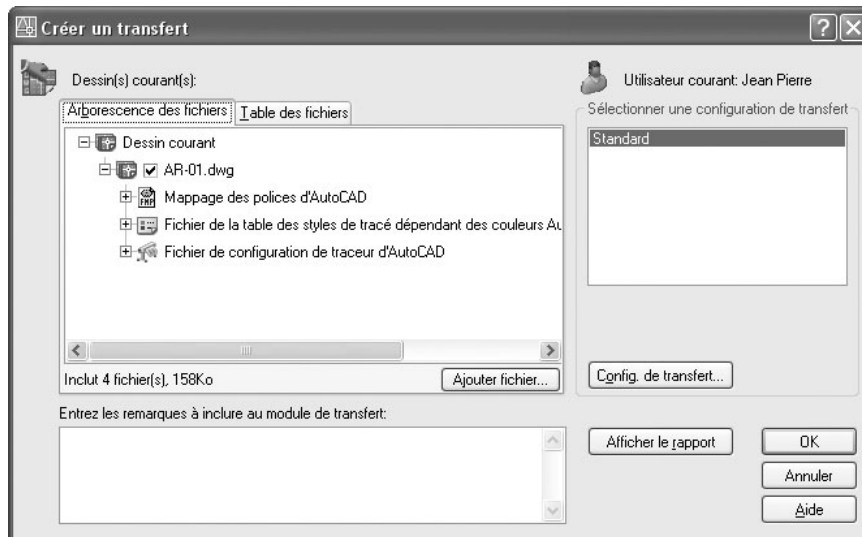

Fig.23.30
- 2 Dans l'onglet **Arborescence des fichiers** (Files Tree) ou **Table des fichiers** (Files Table) de la boîte de dialogue **Créer un transfert** (Create Transmittal) (fig.23.30), cliquer sur l'option **Ajouter un fichier** (Add file).